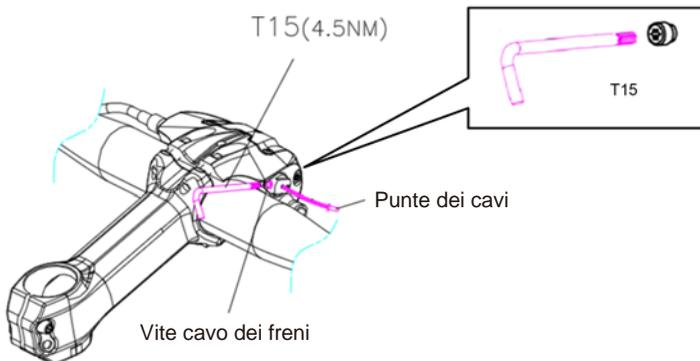

Figura G-1 Tirare il cavo e stringere
- Allentare la vite del cavo del freno sul cilindro maestro. **(Figura G-1)**
- Far correre il cavo attraverso l'unità di controllo, le guaine e attraverso il cilindro maestro. Tendere bene il cavo, facendo attenzione a NON aggiungere alcun carico al cilindro del freno. **(Figura G-1)**